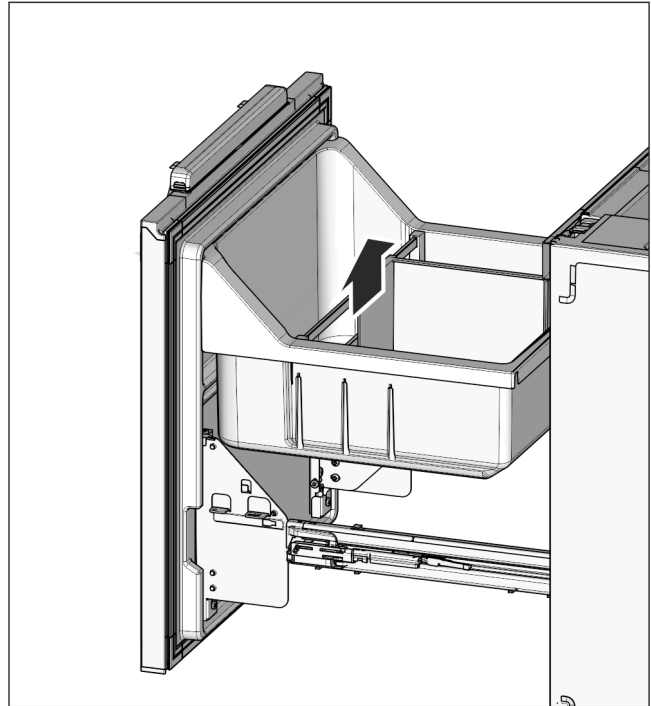

Fig. 25
- ▶ Знову поставте полиці для пляшок Fig. 25 (32) та витяжний лоток Fig. 25 (31) на місце.